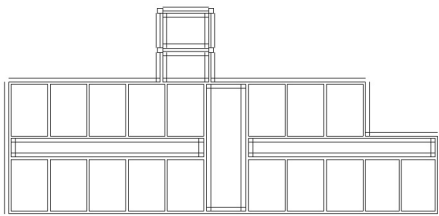
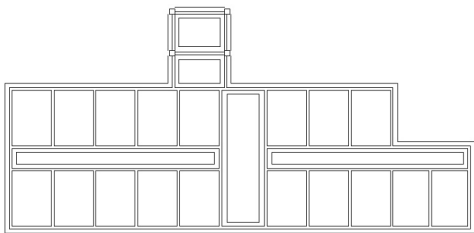

图 5.4 偏移基础墙
图 5.5 修整大放脚
- (1) 在命令行输入“O”并按 Enter 键，启动【偏移】命令，参照基础平面图（附图 3.4）尺寸偏移基础墙，结果如图 5.4 所示。
- (2) 用【圆角】命令修角，模式为【修剪】模式，圆角半径为“0”，图 5.4 经过【圆角】命令修角后如图 5.5 所示。